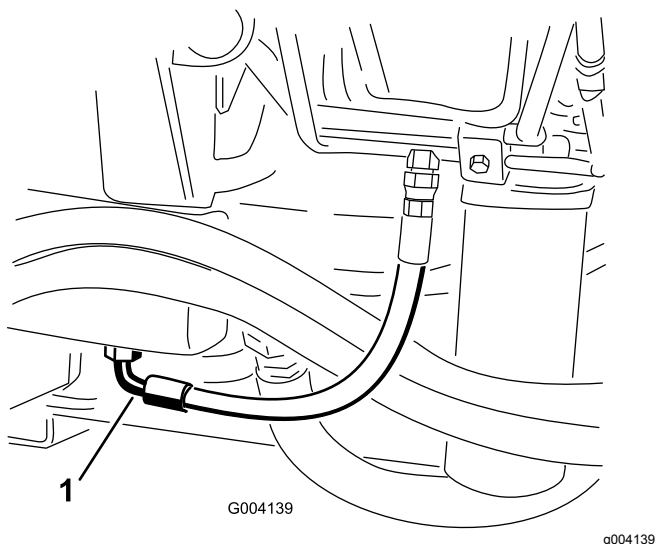

Figura 79
2. Coloque um recipiente de escoamento grande debaixo da união presa à parte de baixo do reservatório do fluido hidráulico (Figura 79).